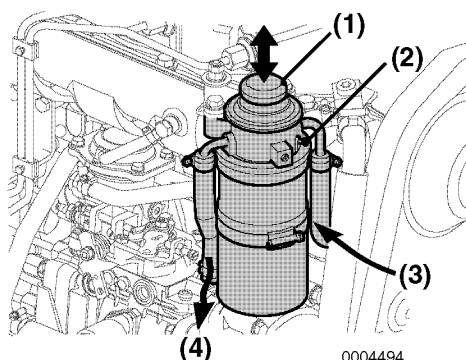

Figure 6
3. Allentare la vite di spurgo dell'aria (**Figure 6, (2)**) di due o tre giri.
4. Premere sulla pompa di innesco (**Figure 6, (1)**) per far uscire l'aria dalla vite di spurgo dell'aria.